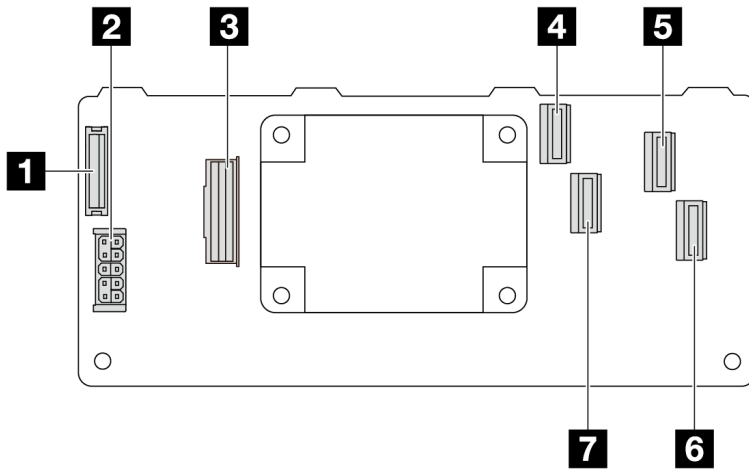

图 319. Gen 3 16i CFF RAID 适配器 (四个端口接口)
- 第 345 页图 319“Gen 3 16i CFF RAID 适配器（四个端口接口）”